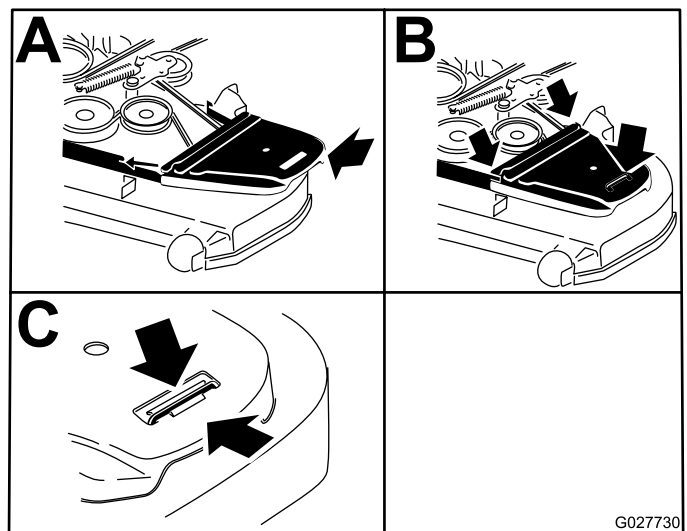

Figure 99
- Posez les protège-courroies (Figure 99).